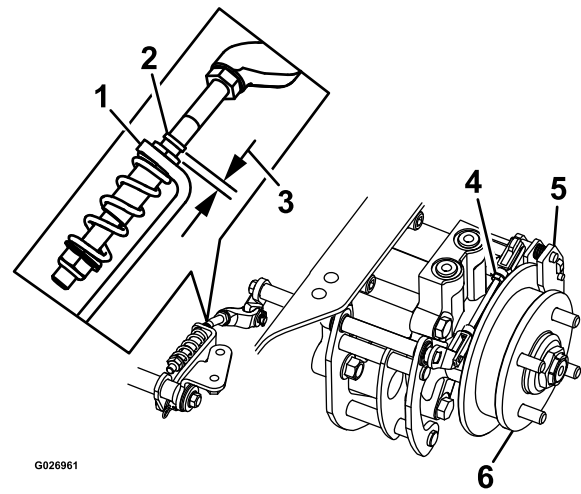

Figura 75
8. Compruebe si hay un espacio visible entre la escuadra y el tope del acoplamiento (ver Figura 75).